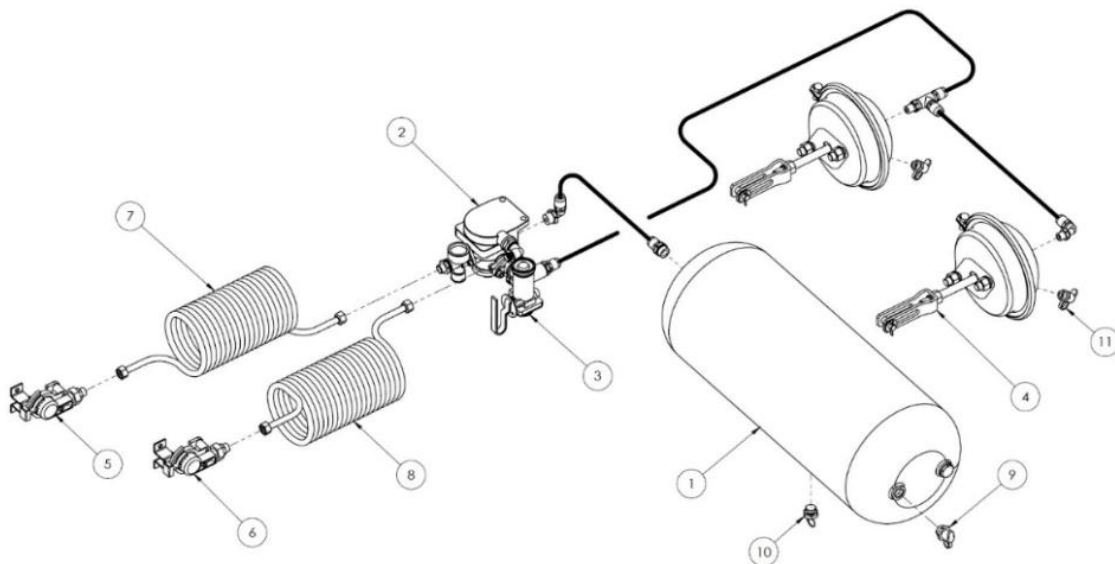

Figure 7. Système de freinage pneumatique à deux conduites
- le système pneumatique à deux conduites (figure 7),